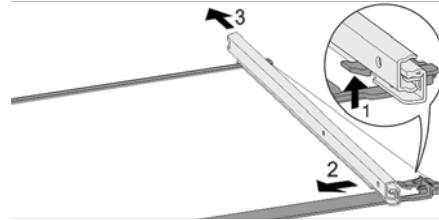

Fig. 84 Стеклянная пластина с направляющими
- Отожмите передний стопорный крючок вверх. Fig. 84 (1)
- Сдвиньте выдвижную направляющую в сторону Fig. 84 (2) и назад Fig. 84 (3).